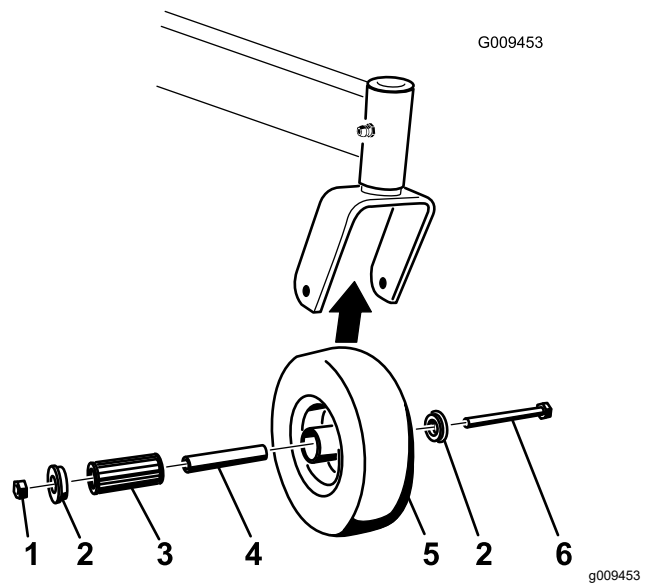

Figure 55
1. Enlevez le contre-écrou et le boulon de fixation de la roue pivotante à la chape (Figure 55).
2. Enlevez une bague, puis sortez la douille pour clé et le roulement à rouleaux du moyeu de roue (Figure 55).
3. Enlevez l'autre bague du moyeu, puis nettoyez la graisse et les saletés éventuellement présentes dans le moyeu (Figure 55).
**Remarque:** Remplacez les pièces endommagées ou usées (Figure 55).
5. Placez une bague dans le moyeu de roue (Figure 55).
6. Lubrifiez le roulement à rouleaux et la douille pour clé, et insérez-les dans le moyeu (Figure 55).
7. Mettez la deuxième bague dans le moyeu (Figure 55).
8. Montez la roue pivotante dans la fourche à l'aide du boulon et du contre-écrou (Figure 55).
9. Serrez le contre-écrou jusqu'à ce que la base de la douille pour clé soit en appui contre l'intérieur de la fourche (Figure 55).